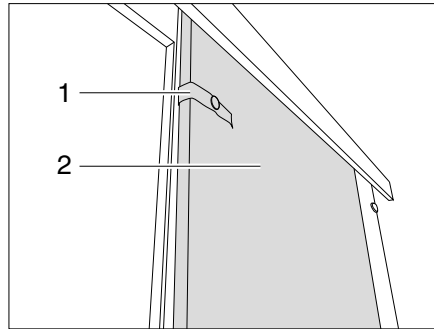

Fig. 242 Porte coulissante
- Détacher la bande de sécurité (Fig. 242,1).
- Tirer la porte coulissante (Fig. 242,2) en position de fermeture.
- Amener la porte coulissante (Fig. 242,2) dans la position d'ouverture.
- Fixer la porte coulissante avec la bande de sécurité (Fig. 242,1).